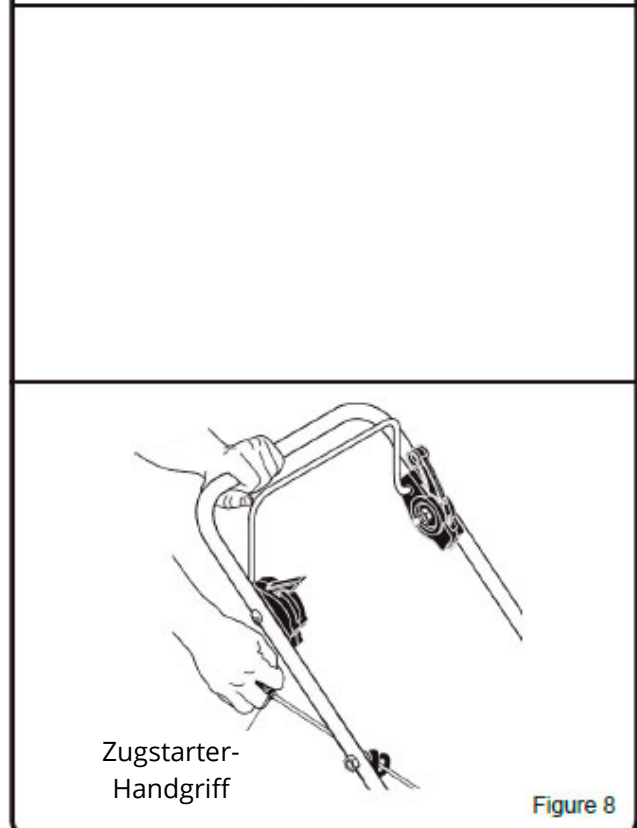

Figure 8
3. Greifen Sie den Startgriff fest mit der rechten Hand (siehe Abbildung 8).